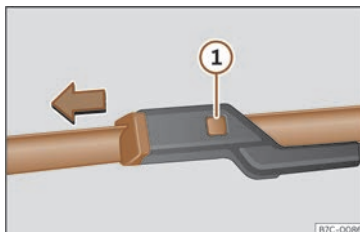

Fig. 46 Cambio das gomas do limpaparabrisas.
- Manteña premida a tecla de desbloqueo » **fig. 46** ① puxando levemente da goma no sentido da frecha.